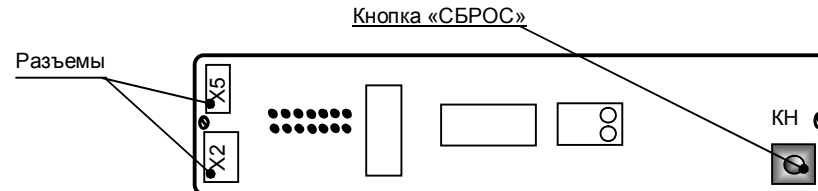

Рис. 10 Плата индикации
- Для обнуления счетчика нажать кнопку «СБРОС» КН (рис.10), расположенную на плате индикации панели управления, установленной на крышке рециркулятора.